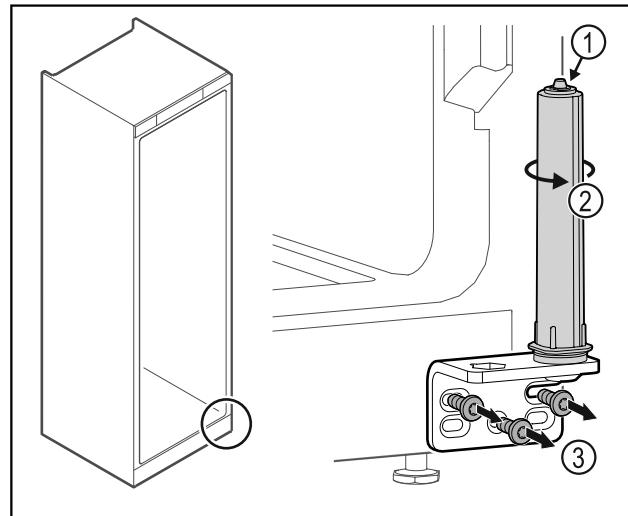

Fig. 34
- Не розбирати систему закриття дверей Fig. 34 (1).
- Повернути систему закриття Fig. 34 (2) до клацання.
- Відкрутити шарнірний кутик Fig. 34 (3).